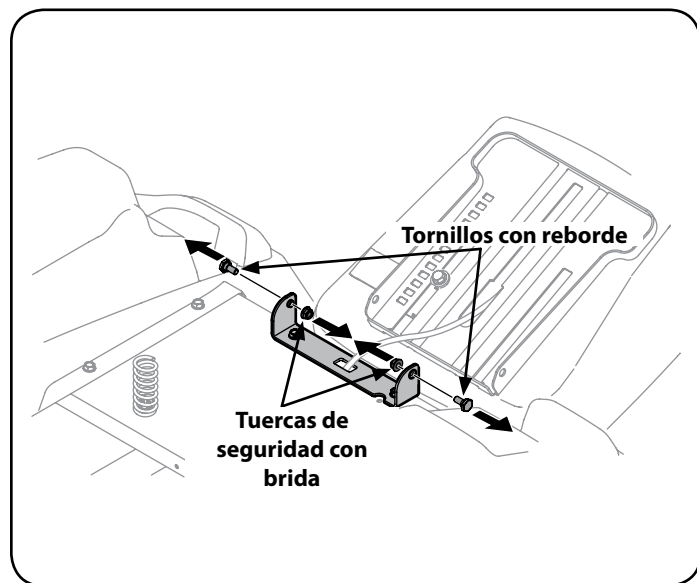

Figura 4
- Quite los dos tornillos con reborde y las tuercas de seguridad con brida del contenedor del asiento tal como se muestra en Figura 4.